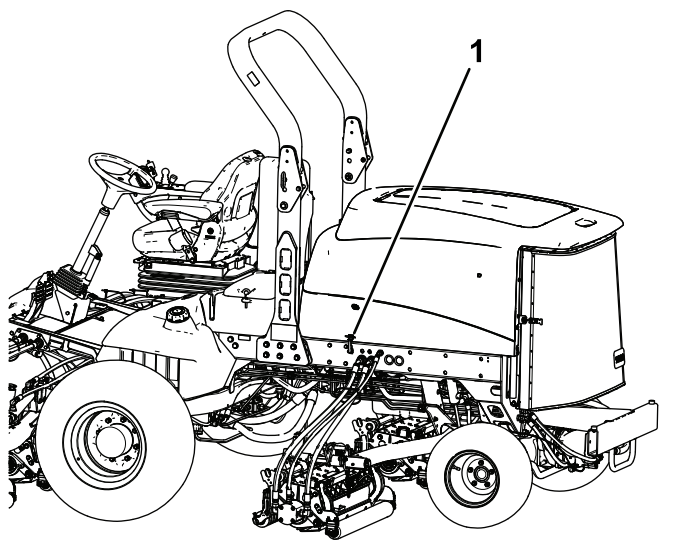

Figure 80
1. Ouvrez les loquets (Figure 80) du capot et faites pivoter celui-ci pour l'ouvrir.